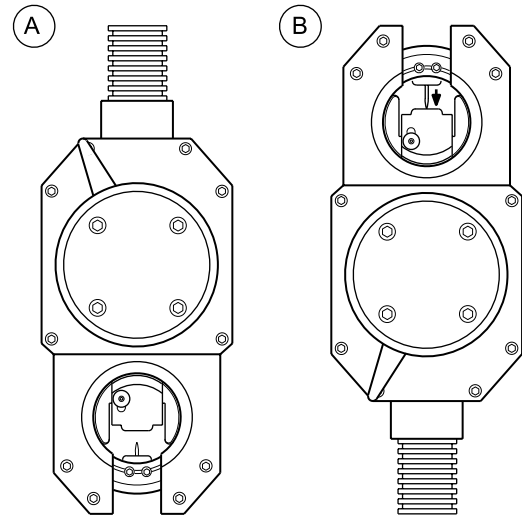

Abbildung 10 Einstellen der Lichtbogenlänge
2. Setzen Sie die Lichtbogenprüflehre in den Rotor ein. Siehe Abbildung 10 (A).
3. Neigen Sie den Schweißkopf nach oben. Lösen Sie die Elektrodenschraube, so dass die Elektrode auf die Prüflehrenoberfläche fallen kann. Siehe Abbildung 10 (B).